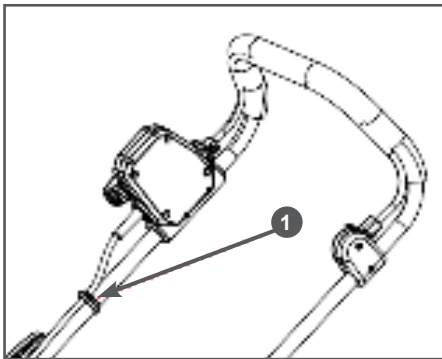

Рис. 4 Установка зажима кабеля
3. Прикрепите кабель питания к газонокосилке с помощью зажима 1 для кабеля (см. Рис. 4).